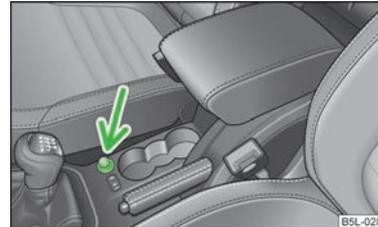

Abb. 69
- Den Anzündknopf des Zigarettenanzünders hineindrücken » Abb. 69.
In der Mittelkonsole vorn - » Abb. 69.